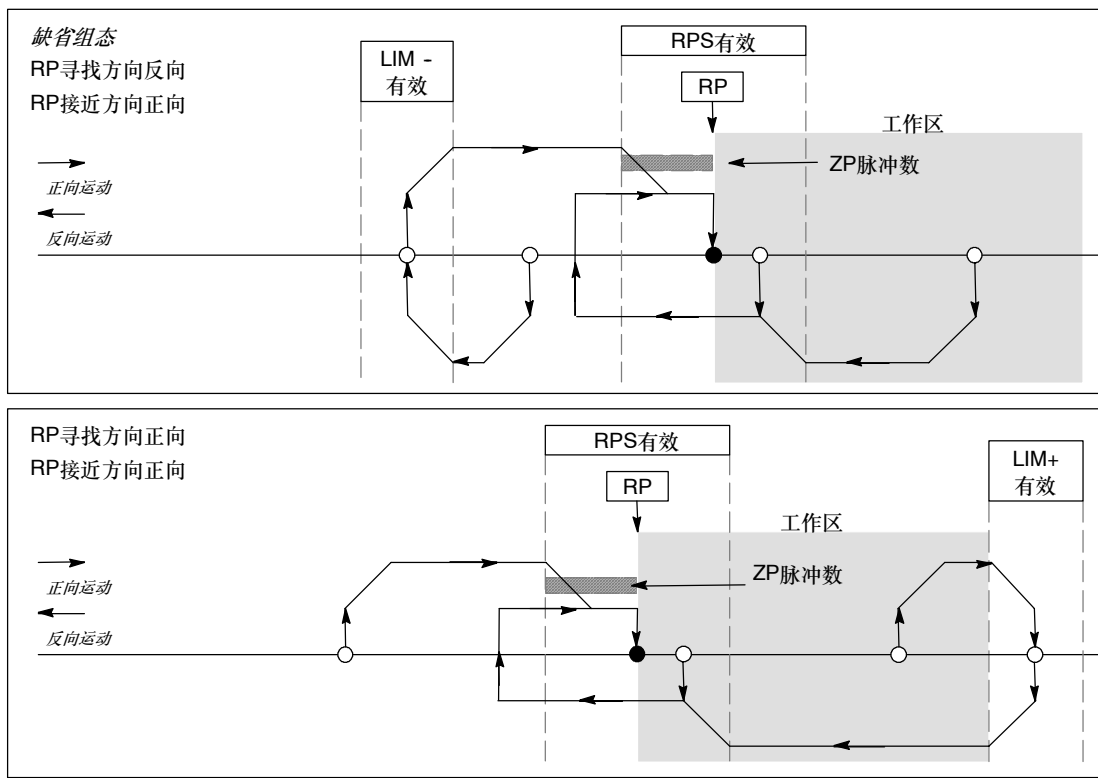

图9-24 RP寻找: 模式4
- ❑ 图9-24所示是RP寻找模式4的选项。这种模式将RP定位在RPS输入有效区域内一个指定数量的零脉冲（ZP）处。